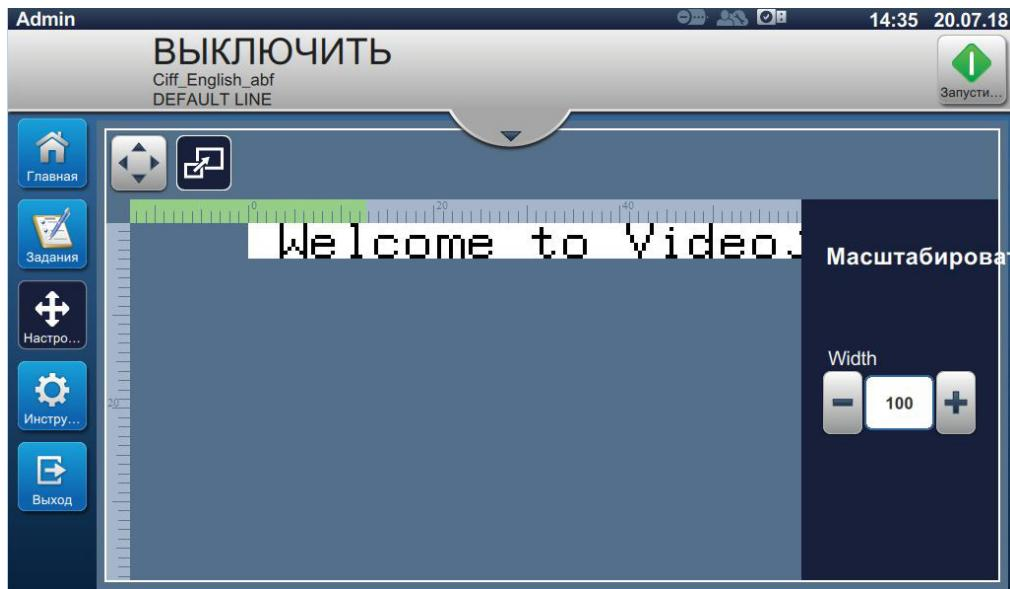

Рис. 4-10: Регулировка с масштабированием
- Нажмите  кнопку, чтобы отобразить текущее значение разделителя масштаба, как показано на Рис. 4-10.